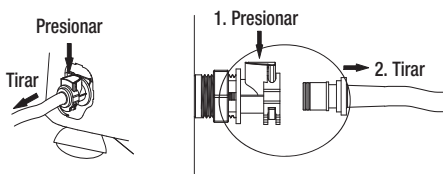

Figura 5
- Para desconectar la manguera de drenaje, presione el botón de liberación en el conector A y luego retire el conector B. (Figura 5)